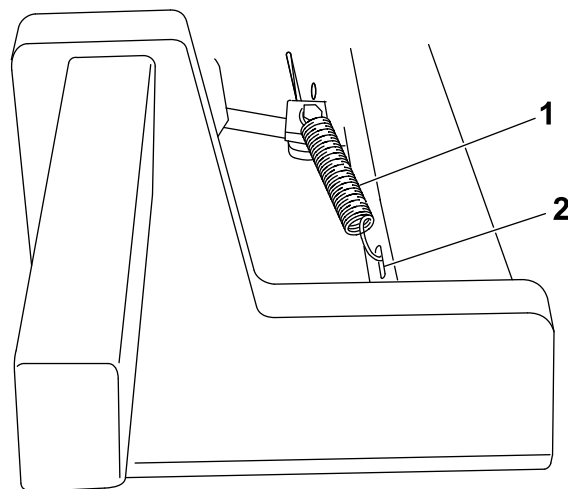

Figure 4
6. Retirez les goupilles fendues des axes de chape qui maintiennent les barres et chapes de frein assemblés, et mettez les goupilles fendues au rebut. Tout en maintenant l'axe de chape en place, insérez l'extrémité courte du ressort dans le trou de l'axe de chape afin de conserver les pièces ensemble. Accrochez l'autre extrémité des ressorts aux trous allongés des bras de relevage (Figure 4).